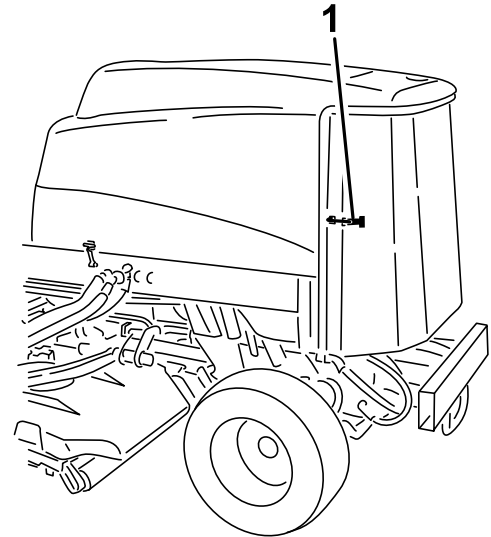

Bild 112
2. Entriegeln und schwenken Sie das hintere Gitter in die geöffnete Stellung (Bild 112).